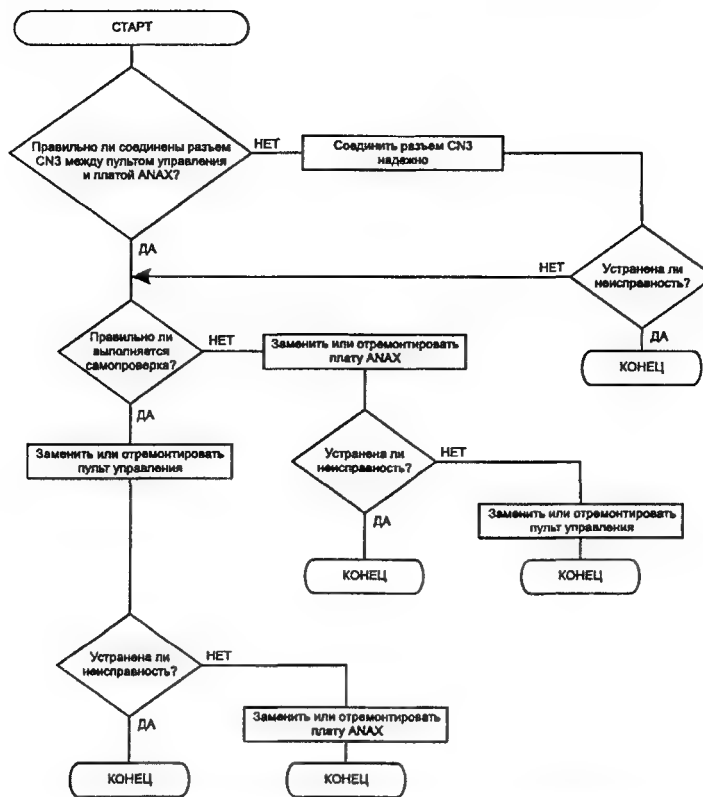

Рис. 1.46. Аномальное действие пульта управления
Аномальное действие пульта управления (рис. 1.46)	Не подается бумага (при управлении выключателем перевода строки (LF) или перевода страницы (FF) в автономном режиме (OFF LINE). Не выбираются режимы работы с пульта управления. Нет перехода принтера в режим ON LINE или OFF LINE